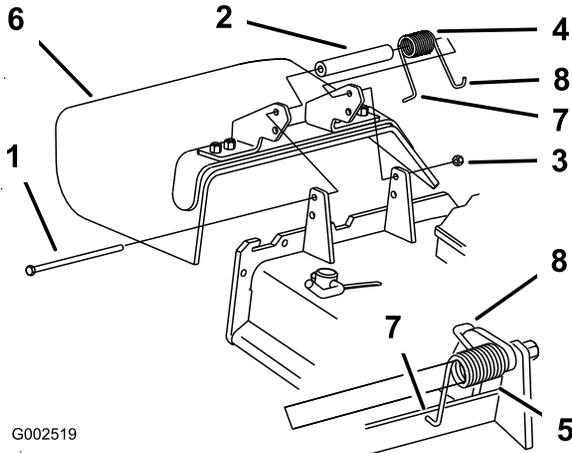

Figura 90
1. Retire la contratuerca, el perno, el muelle y el espaciador que sujetan el deflector a los soportes de pivote (Figura 90).
Nota: Asegúrese de colocar el extremo en L del muelle detrás del reborde de la plataforma antes de instalar el perno, según muestra Figura 90.
5. Coloque el extremo en J del muelle alrededor del deflector de hierba (Figura 90).